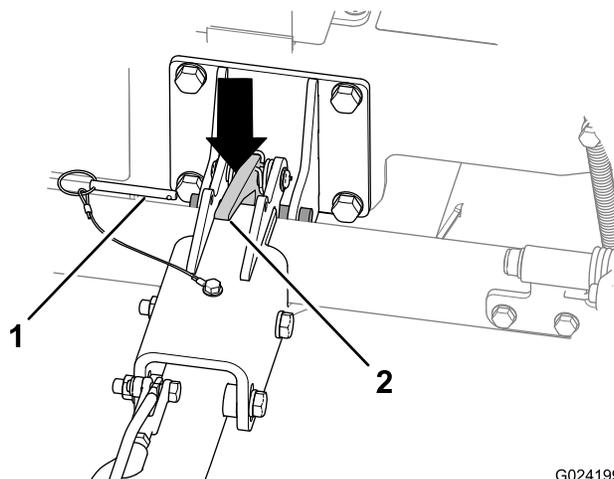

Bild 19
A. Entfernen Sie den Arretierbolzen (Bild 19).
- C. Drücken Sie den Anbauvorrichtungsriegel nach unten, um die Anbauvorrichtung auszuhaken (Bild 19).